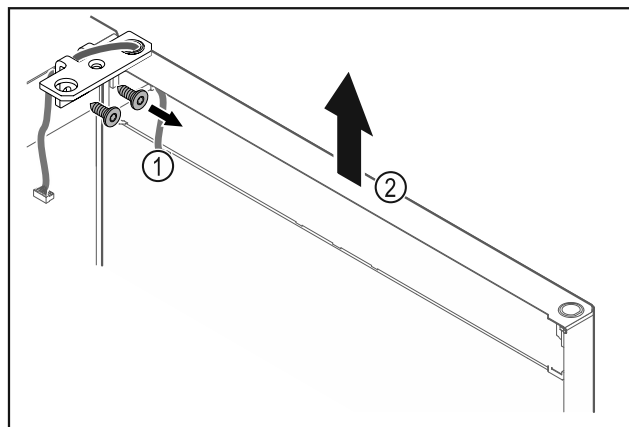

Fig. 27
- ▶ Skruva av gångjärnsfästet Fig. 27 (1).
- ▶ Lyft dörren rakt uppåt med gångjärnsfästet Fig. 27 (2) ca 200 mm och ta av den.